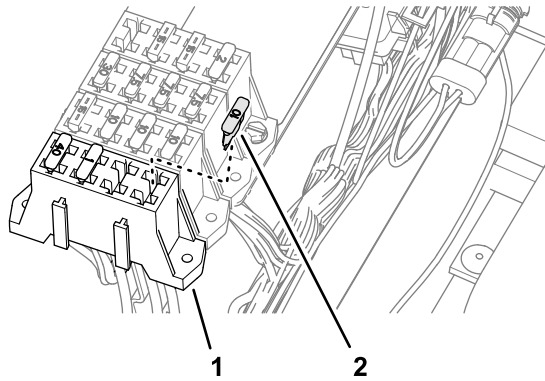

**Figura 154**
- 1. Enchufe el terminal del arnés de alimentación del módem marcado SWITCHED en el conector hembra de alimentación de accesorios del bloque de fusibles (Figura 154).